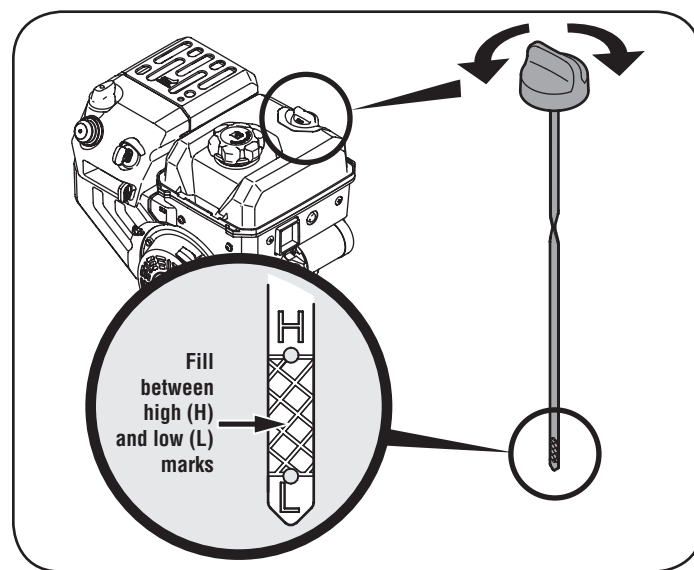

Figura 14
3. Retire el tapón de llenado de aceite. Si el nivel está bajo, agregue aceite lentamente hasta registros de nivel del aceite entre alto (H) y bajo (L). Vea la Figura 14.